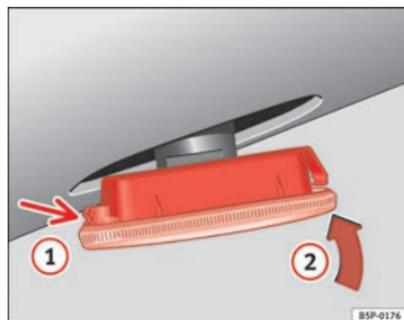

Fig. 189 Clignotant latéral
- Posez d'abord le clignotant dans le trou de la carrosserie, en emboîtant les languettes ⇒ fig. 189, flèche ①.
- Emboîtez l'ampoule comme indiqué sur la flèche ② ⇒ fig. 189. ■